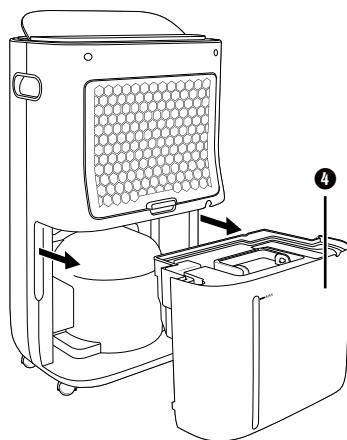

Fig. 1
- ♦ Tag forsigtigt vandbeholderen ④ ud af produktet ved hjælp af de forsænkede greb på siden. Brug håndtaget til at bære vandbeholderen ④ med (se fig. 1).